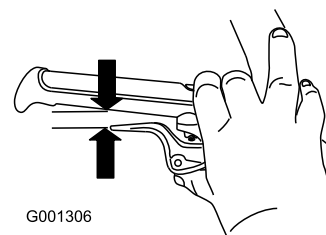

Figura 10
5. Premete a fondo la leva e controllate la luce tra la base della stegola e l'estremità della leva della frizione ruota (Figura 10).